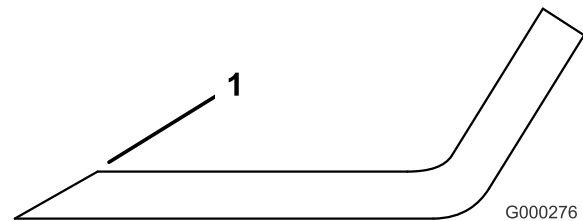

Figura 93
3. Controllate i taglienti di tutte le lame, e affilatele se fossero ottusi o scheggiati. Affilate soltanto la parte superiore del tagliente e mantenete l'angolo di taglio originale per garantire l'affilatezza (Figura 93). La